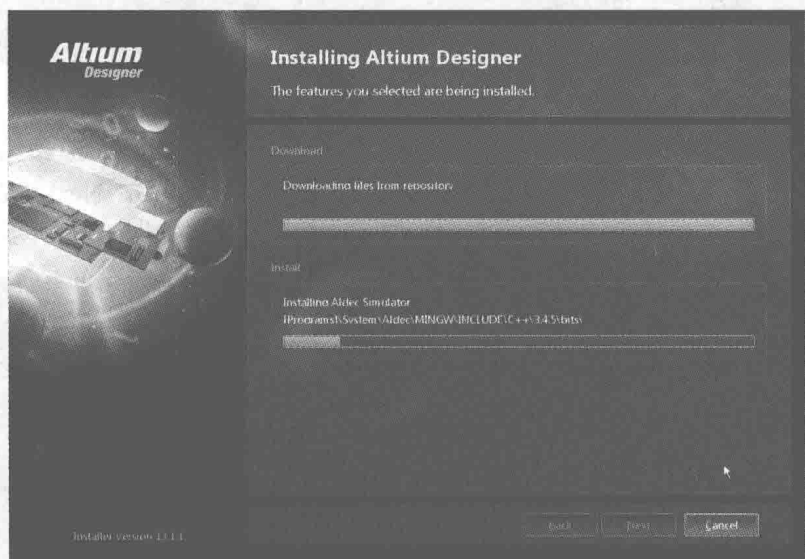

图 1-12 软件开始安装
(13) 软件下载完成后, 程序自动安装, Installing Altium Designer 窗口中的 Install 条开始显示安装进度, 如图 1-12 所示。